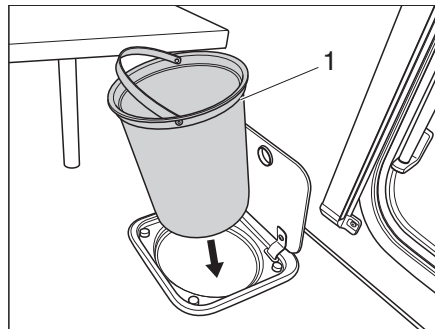

Bild 159 Abfallbehälter Küche
- Abfallbehälter (Bild 159,1) am Henkel entnehmen und nach den gültigen Vorschriften entleeren.